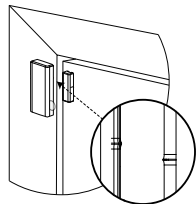

Figura 3: Posição do dispositivo e do ímã na porta e batente
2. Posicione o dispositivo na estrutura de uma janela ou porta e o ímã na superfície móvel da porta ou da janela em si, alinhadas de acordo com as marcações de local. Veja a Figura 3.
3. Aparafuse a base do ímã na porta, alinhando-a com o receptor. Veja a Figura 3.